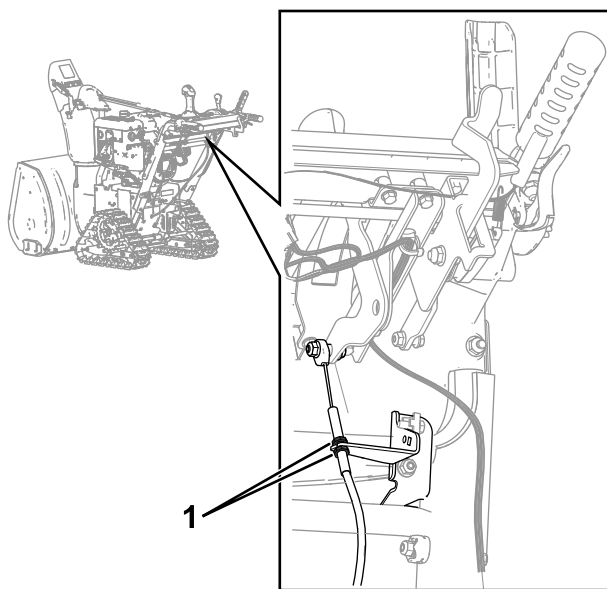

Figura 5
- B. Desaperte as duas porcas no cabo de velocidade que apoia no suporte da alavanca do seletor de velocidade, localizado sob o painel de controlo (Figura 5).